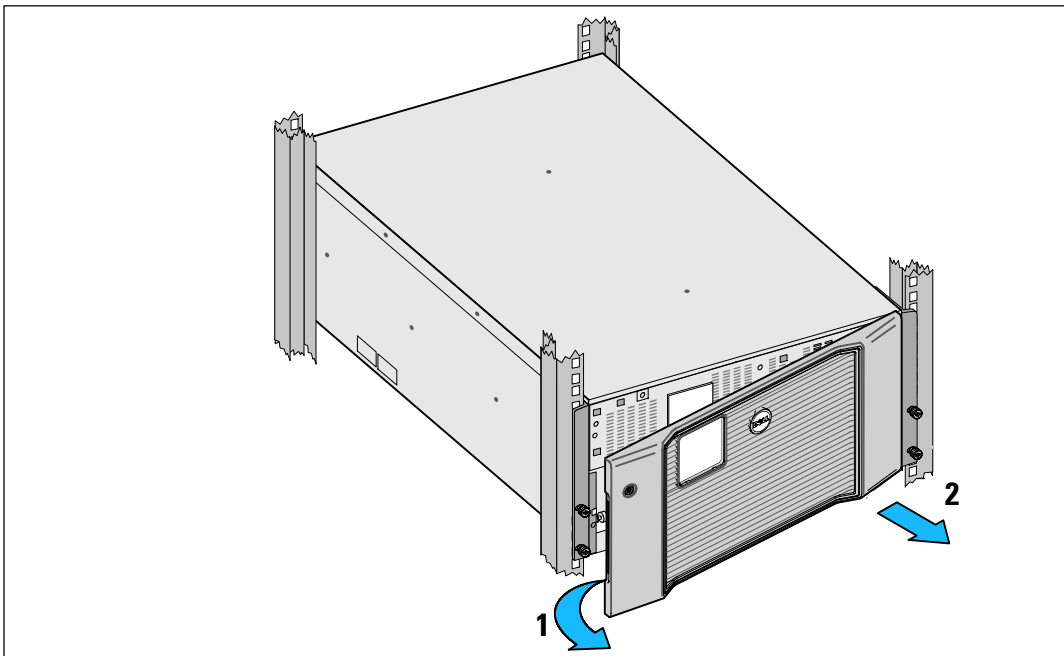

Figure 33. Retrait du couvercle avant de l'onduleur
- 2 Retirez le couvercle avant de l'onduleur (voir Figure 33):